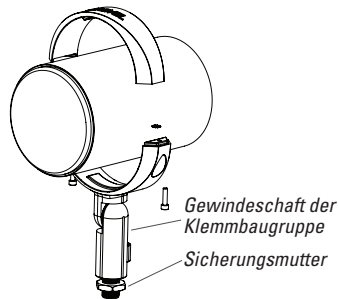

Abbildung 3
2. Schraube den Gewindestift der Klemm-/Lautsprecherbaugruppe auf die Montagehalterung. Sobald die Kontermutter in die gewünschte Richtung ausgerichtet ist, ziehe sie mit einem Schraubenschlüssel (nicht mitgeliefert) fest, um die Position zu sichern (siehe Abbildung 3).